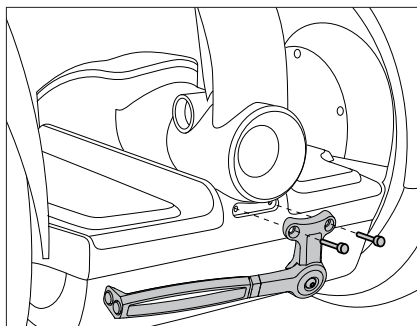

Figura 2. Installazione del cavalletto
3. Posizionare il cavalletto sul paraurti anteriore in modo che i fori siano allineati. **Vedere la Figura 2.**
4. Serrare le (2) viti di fermo da 14 mm (incluse a questo kit), sul cavalletto e sul paraurti anteriore. **Vedere la Figura 2.** Serrare le viti con una chiave a brugola esagonale da 4 mm ad una coppia di 1,5 Nm.